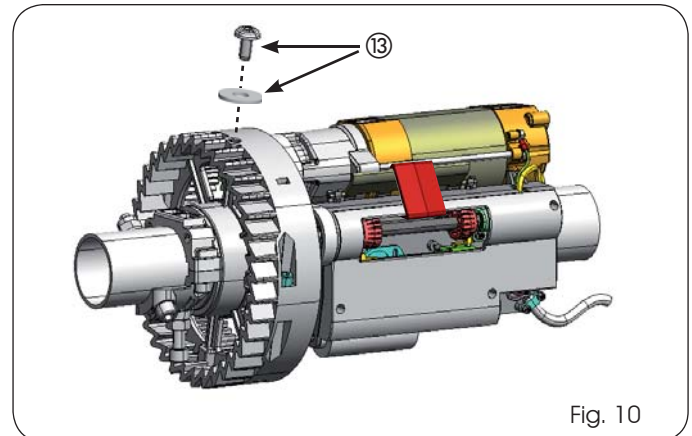

Fig. 10
11. Réaliser un trou de 10,5 mm de diamètre sur le rideau au niveau du trou de fixation sur la couronne de transmission. Utiliser ensuite la vis à tête bombée et sa rondelle illustrée dans la Fig. 10 réf. (13) pour la fixation définitive du rideau à la couronne.